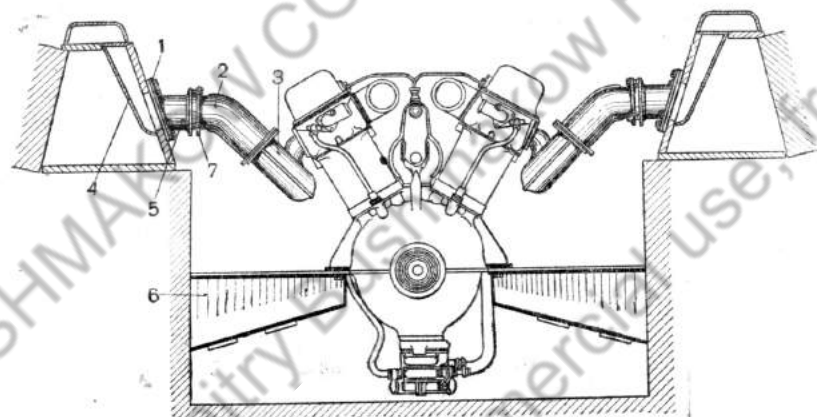

Рис. 81. Установка двигателя в танке:
8. Двигатель тяжелого танка устанавливается на четырёх подmotorных кронштейнах (рис. 81), приваренных к бортам корпуса танка.